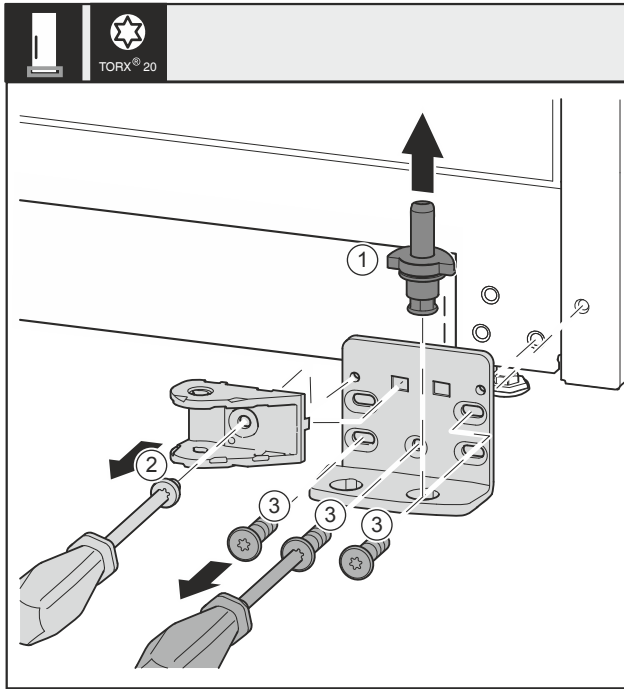

Fig. 32 *
- ▶ Extraiga el perno del cojinete Fig. 32 (1) por completo hacia arriba.*
- ▶ Desatornille el tornillo Fig. 32 (2) con un destornillador y retire la conexión del amortiguador de cierre.*
- ▶ Desatornille los tornillos Fig. 32 (3) con un destornillador y retire el soporte del cojinete.*